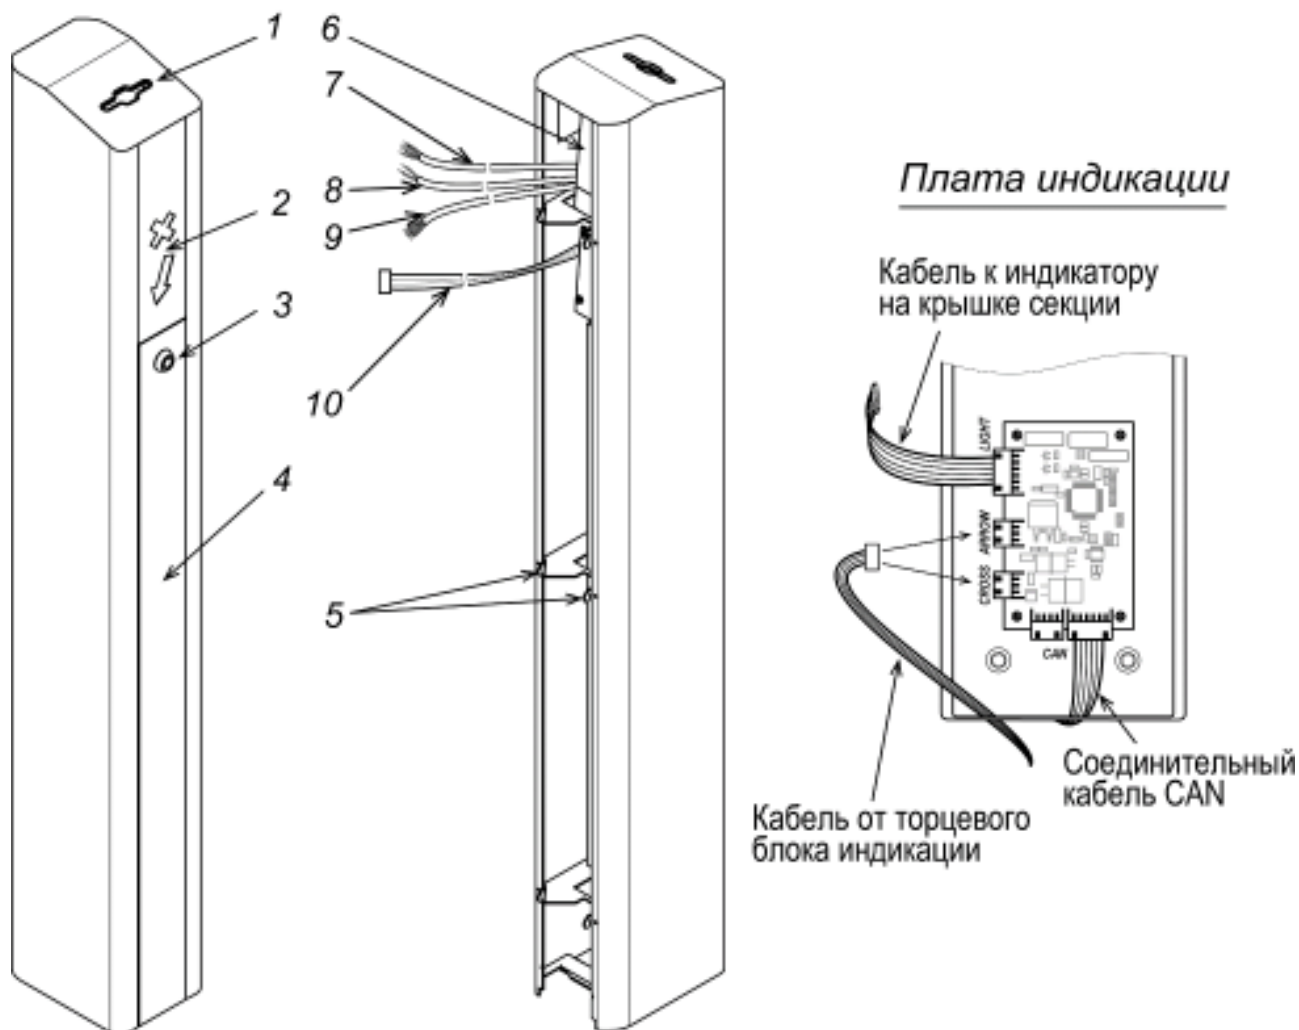

Рисунок 3. Передняя панель PERCo-FP-11C
Устройство панели **PERCo-FP-11C** показано на рис. 3. Далее номера позиций указаны в соответствии с рис. 3.
3. Из передней панели демонтируйте плату индикации, для чего открутите 4 винта, крепящие ее к кронштейну внутри передней панели. Плату индикации зафиксируйте внутри верхнего короба под крышкой секции на 4-х самоклеящихся площадках-фиксаторах из комплекта поставки панели **PERCo-FP-11C**. Подключите соединительный кабель CAN к плате индикации (см. рис. 3).
4. Распакуйте панель **PERCo-FP-11C**. При необходимости установите внутри панели встраиваемый считыватель (6), место установки показано на рис. 3. Для установки считывателя используйте двусторонний скотч.
6. Подсоедините в соответствии со схемами на рис. 4 и 5 и уложите внутри секции соединительные кабели (см. рис. 3):
- от источника питания 24VDC – кабель питания картоприемника (8)¹,
- от контроллера СКУД – кабель встроенного считывателя (7) и кабель управления картоприемника (9).
- к плате индикации скоростного прохода – кабель торцевого блока индикации (10).
7. С помощью кабеля (10) подключите торцевой блок индикации (2) к плате индикации в секции **PERCo-ST-11**. Порядок подключения кабелей к плате индикации показан на рис. 3:
9. Установите на место крышку скоростного прохода, не забудьте подключить кабель индикатора крышки из искусственного камня в разъем LIGHT платы индикации (см. рис. 3).